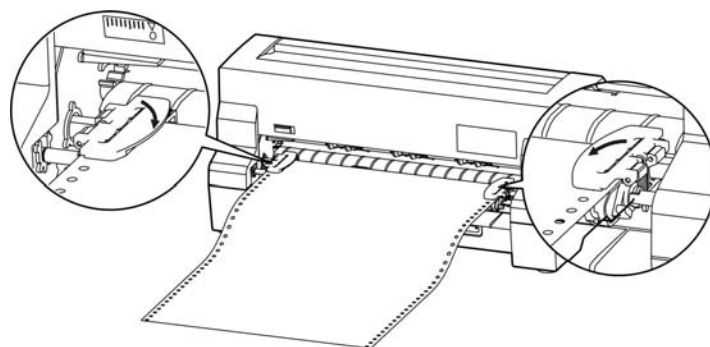

图 3-13 合上拖纸器链轮盖
8. 合上拖纸器左右链轮盖（如图 3-13 所示）。
1. 打印机的出厂默认设置已开启进纸至撕纸位功能。打印完毕后，打印机自动将连续纸的页缝送至撕纸位置。此时，用手将纸张沿打印机前盖边缘（切纸边）撕开（如图 3-13 所示）。撕连续纸前，如果纸张的页缝未正确对准打印机前盖边缘，请调整撕纸位置（参考“第四章 控制面板”中的“调整撕纸位置”部分）。